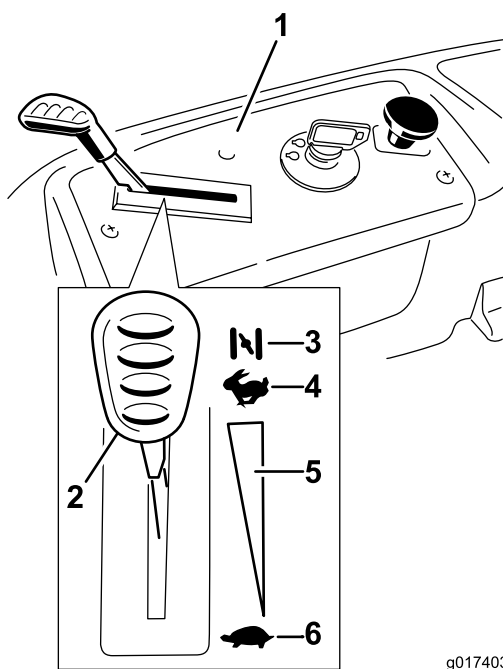

Figura 12
3. Prima di avviare il motore a freddo spostate la leva dell'acceleratore in posizione Starter (Figura 12).
5. Quando il motore è acceso, muovete la leva dell'acceleratore in posizione Fast (Figura 12). Se il motore stalla o esita, riportate la leva dell'acceleratore in posizione Starter per qualche secondo. All'occorrenza, ripetete il procedimento.
2. Portate la leva dell'acceleratore nella posizione tra media e massima (Figura 12).